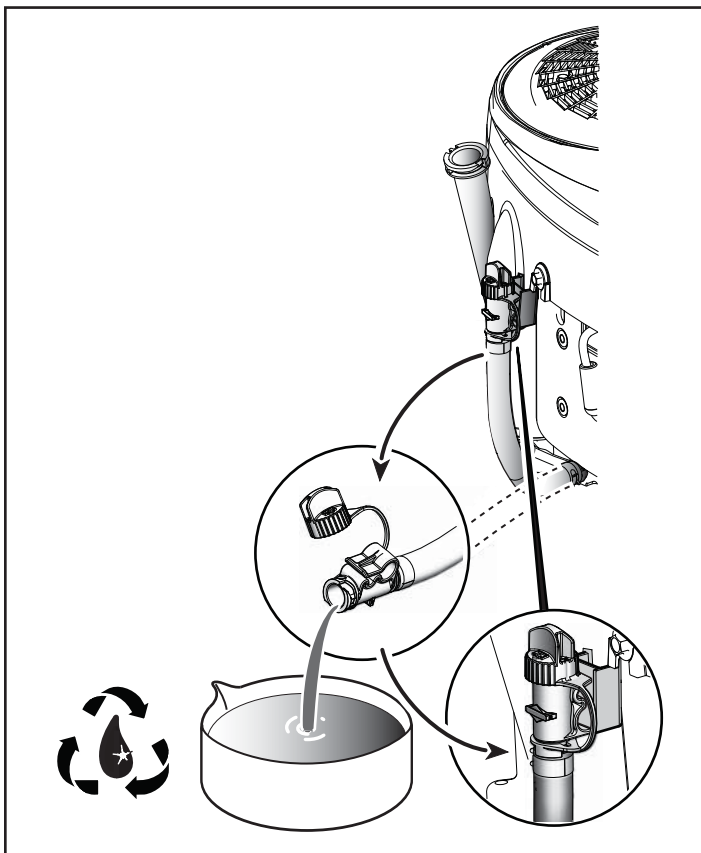

Figura 10
- Desconecte a mangueira de drenagem do óleo (veja a Figura 10). Remova cuidadosamente a tampa e abaixe a mangueira em um recipiente aprovado. Após drenar o óleo, instale a tampa firmemente e conecte a mangueira à lateral do motor.